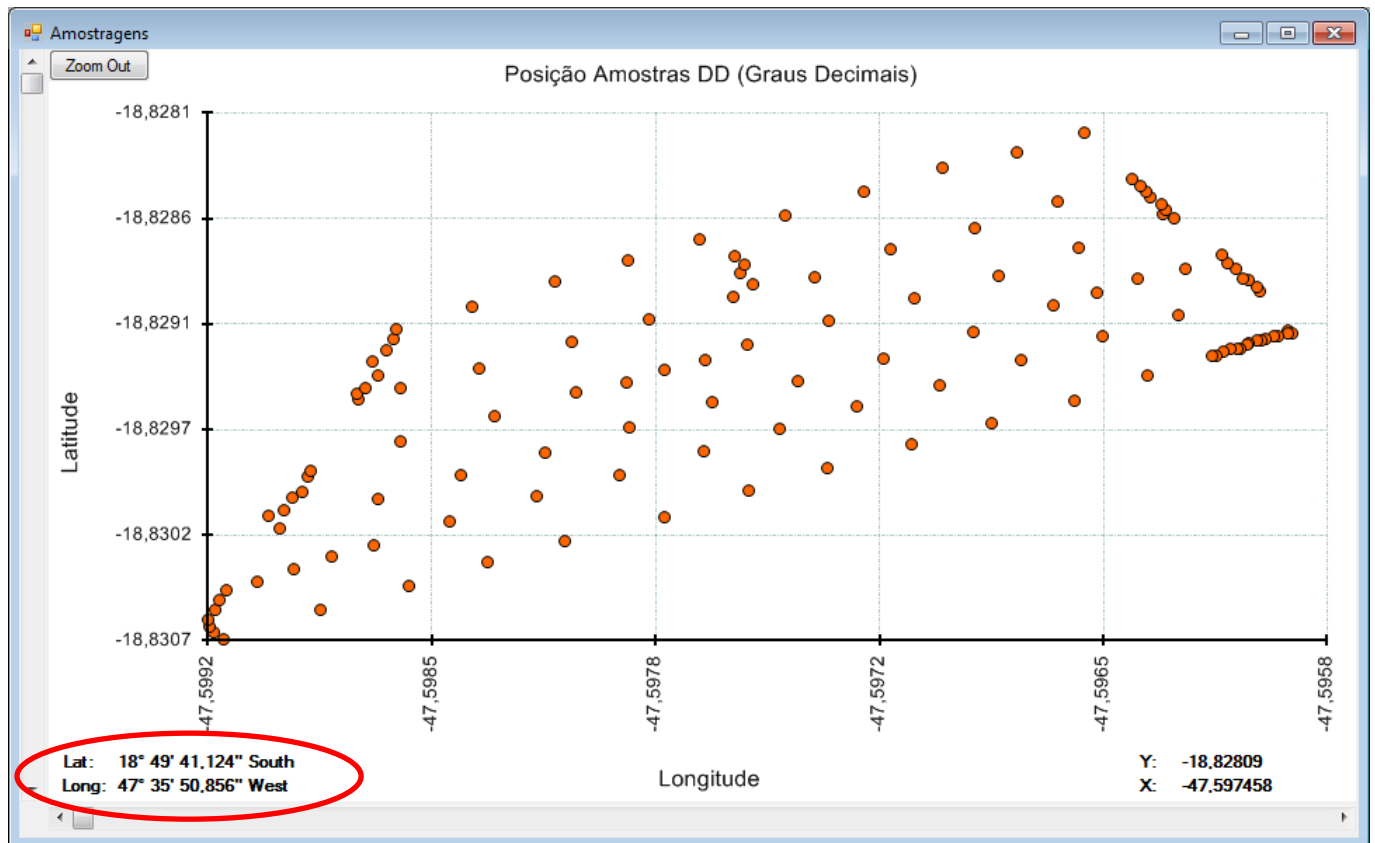

Figura 18 – Gráfico de Amostras
Após a conclusão da transferência dos dados do WPC-605 para o WPCView (PC), a tela de Amostragens será apresentada, conforme Figura 18 indicado abaixo:
A tela acima mostra todos os ensaios (amostras) realizados pelo usuário que estavam contidos dentro da memória do WPC-605. Desta forma o usuário tem uma visualização espacial de todos os pontos amostrados. Para saber com precisão as coordenadas (Latitude, Longitude) de cada ponto basta ir com o mouse em cima do ponto no gráfico e verificar as coordenadas no canto inferior esquerdo, conforme destacado na Figura 18.